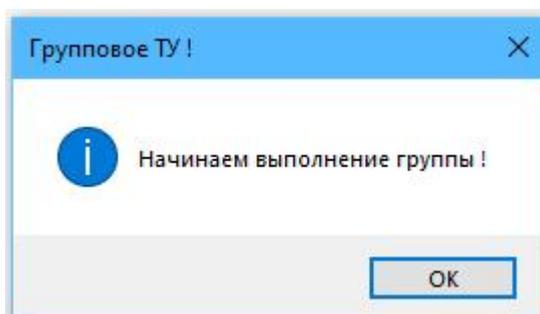

Рисунок 131 – Уведомление о начале выполнения группы
- далее появится окно с уведомлением о выполнении «Групповое ТУ!» (рисунок 131);